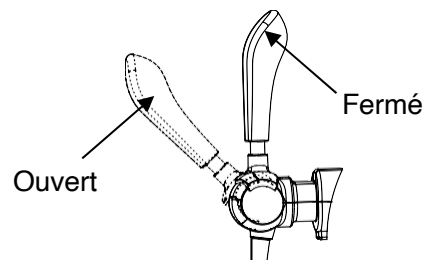

Figure 12
5. Pour faire couler la bière, abaissez la manette du robinet et réglez le flux de bière ainsi que la quantité de bulles en ajustant la pression à l'aide de la molette. (Voir figure 12)